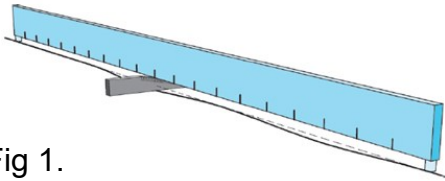

Fig 1.
- Høyeste punkt på golvet blir bestemmende se fig 1.